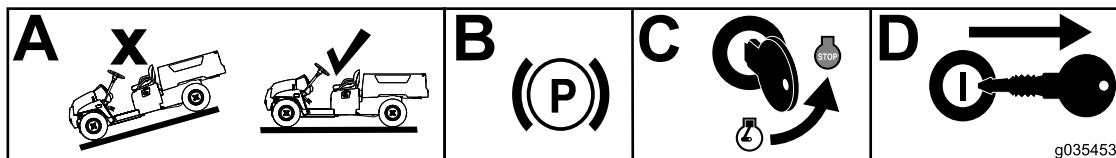

Figura 1
1. Mova a máquina para uma superfície plana (caixa A de Figura 1).
2. Engate o travão de mão (caixa B de Figura 1).
3. Desligue o motor (caixa C de Figura 1).
4. Retire a chave da ignição (caixa D de Figura 1).